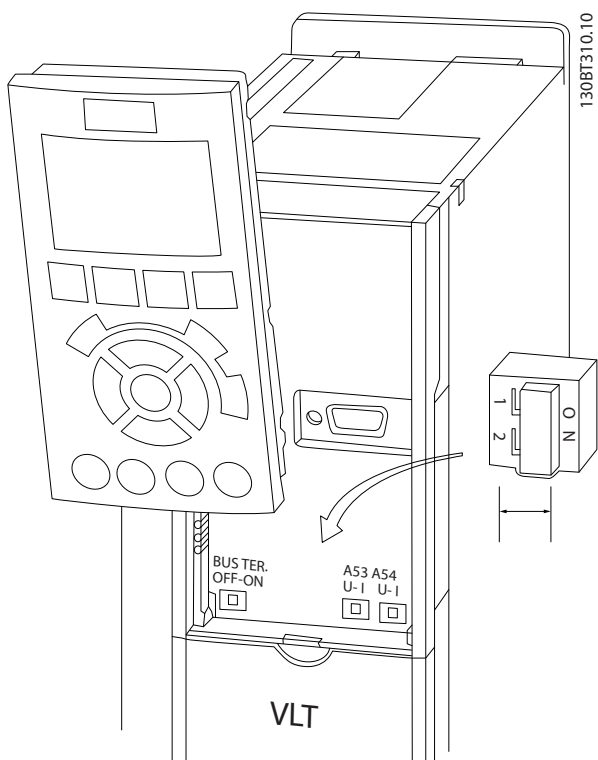

図 2.31 端子 53 と 54 スイッチおよびバス端子スイッチの位置
- LCP をはずすと、スイッチにアクセスできます (図 2.31 を参照)。